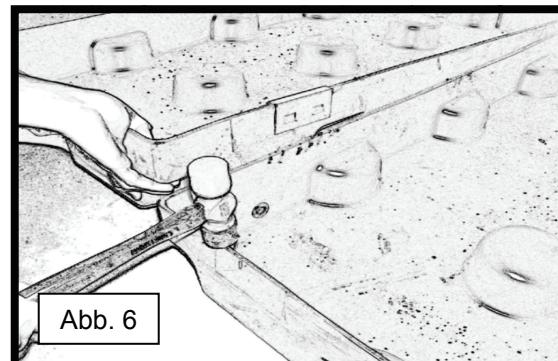

Abb. 6
- 2) Nach wiederholten Schlägen sollten sich die Sammelzentren voneinander trennen (siehe Abb. 6). Wiederholen Sie Schritt 1, um die andere Verbindungsklammer zu entfernen.